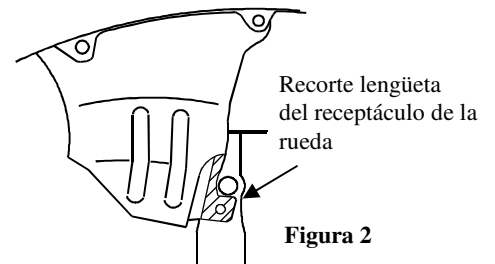

Figura 2
①	Cant. (4)	Perno de carruaje, 7/16-14 X 1.50 GR5	④	Cant. (4)	Tuerca hexagonal, 7/16-14
②	Cant. (4)	Espaciador, 3/16" x 1 x 2	⑤	Cant. (4)	Cable de halar, 7/16
③	Cant. (4)	Arandela cónica dentada, 7/16"
1. Retire el retenedor que sostiene la lengüeta del receptáculo de la rueda a la base del larguero del bastidor en el costado del conductor. Recorte la lengüeta del receptáculo de la rueda de manera que el soporte lateral del enganche quede alineado contra la base del larguero del bastidor. Ver Figura 2